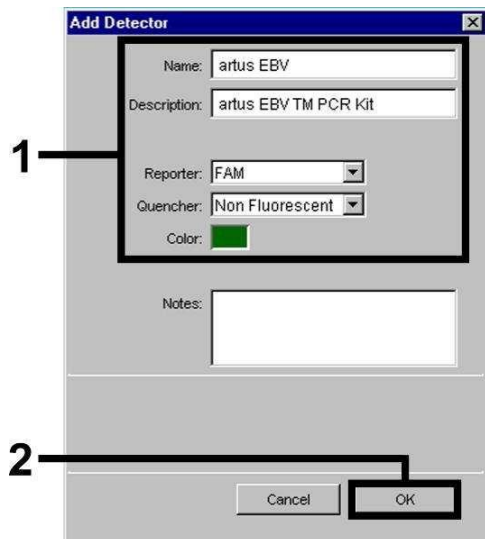
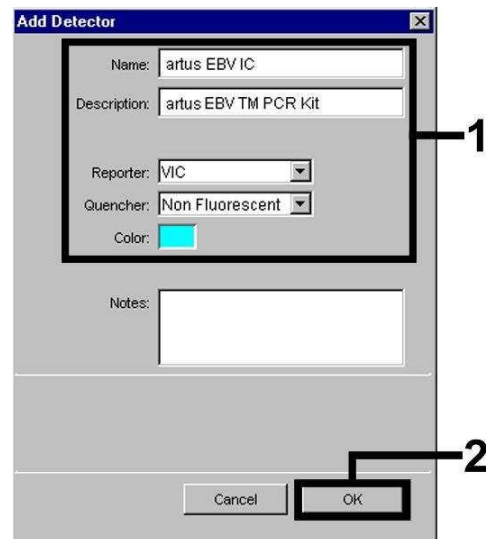
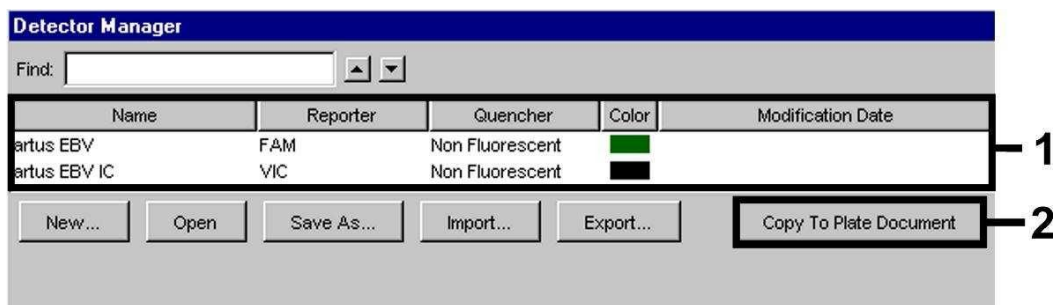

Fig. 17: Udarbejdelse af den EBV-specifikke detektor (*Detector Manager*).
Fig. 18: Udarbejdelse af den *Intern Kontrol*-specifikke detektor (*Detector Manager*).
Fig. 19: Valg af detektorer (*Detector Manager*).
Definér i vinduet som nu kommer frem reporter/quencher-kombinationen **FAM/Non Fluorescent** (tilsvarende til Fig. 17 og Fig. 18) til detektion af EBV-DNA. Vælg til detektion af den *Interne Kontrol*, kombinationen **VIC/Non Fluorescent**. Ved bekræftelse af indtastningerne (OK) vender De tilbage til *Detector Manager*. Markér de lige oprettede detektorer, og transferer hvert udvalg, ved at klikke på optionen *Copy to Plate Document*, til *Setup*-planen (se Fig. 19). Luk vinduet (*Done*).